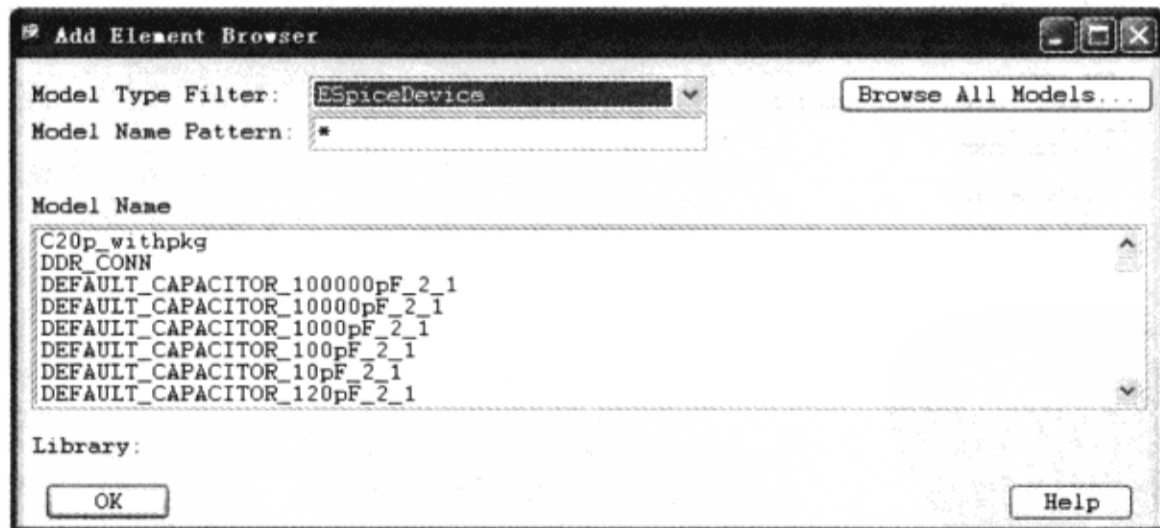

图 3-8-32 “Add Element Browser”对话框
(13) 执行菜单命令“File”→“Save”，保存所做的修改。
(14) 关闭编辑窗口。
(15) 在“SI Model Browser”对话框中单击“Close”按钮。
(16) 在“SigXplorer PCB SI XL”窗口执行菜单命令“Edit”→“Delete”，单击连接器XU1，删除该元器件。
(17) 执行菜单命令“Edit”→“Add Part”，打开“Add Element Browser”对话框，在“Model Type Filter”栏的下拉菜单中选择“ESpiceDevice”，如图 3-8-32 所示。